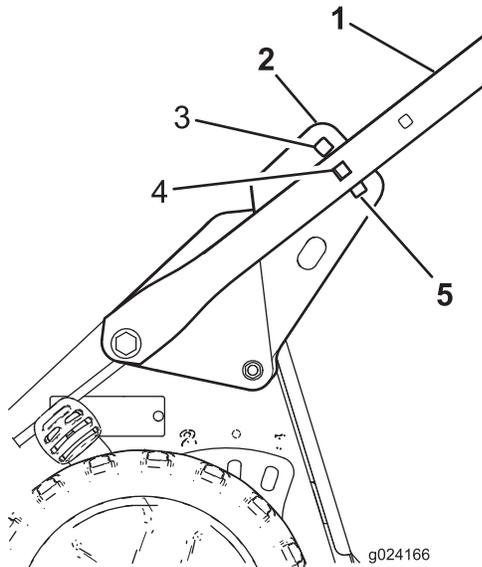

Bild 4
4. Stellen Sie sich hinter die Maschine in der Einsatzstellung, um die für Sie komfortabelste Bügelhöhe zu ermitteln (Bild 4).